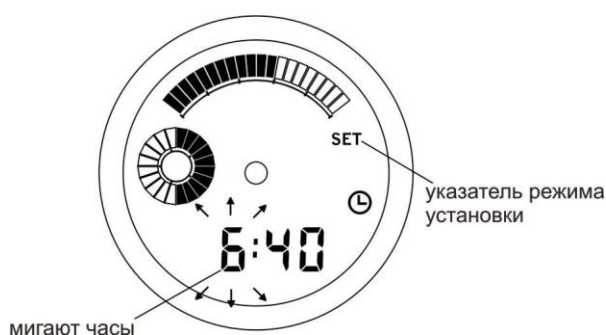

Рисунок 3.8
3.2.8.2 Для установки времени включения звукового сигнала будильника, текущего времени необходимо включить индикацию времени согласно 3.2.2. Далее длительным нажатием кнопки 2 (УСТАНОВКА) включается установка времени включения звукового сигнала будильника. При этом мигают цифры часов установки сигнала будильника и индицируется указатель режима установок – SET (рисунок 3.8).